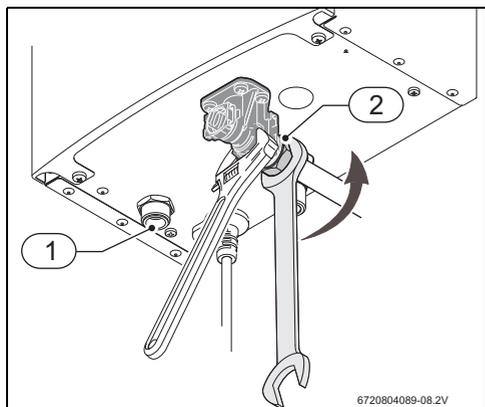

Fig. 16 Raccordement d'eau
- ▶ Fixer la robinetterie comme indiquée dans la fig. 16 pour le raccordement d'eau froide.
- ▶ Raccorder l'eau froide (fig. 16, [2]) et l'eau chaude (fig. 16, [1]) à l'aide des accessoires de raccordement joints ou recommandés.